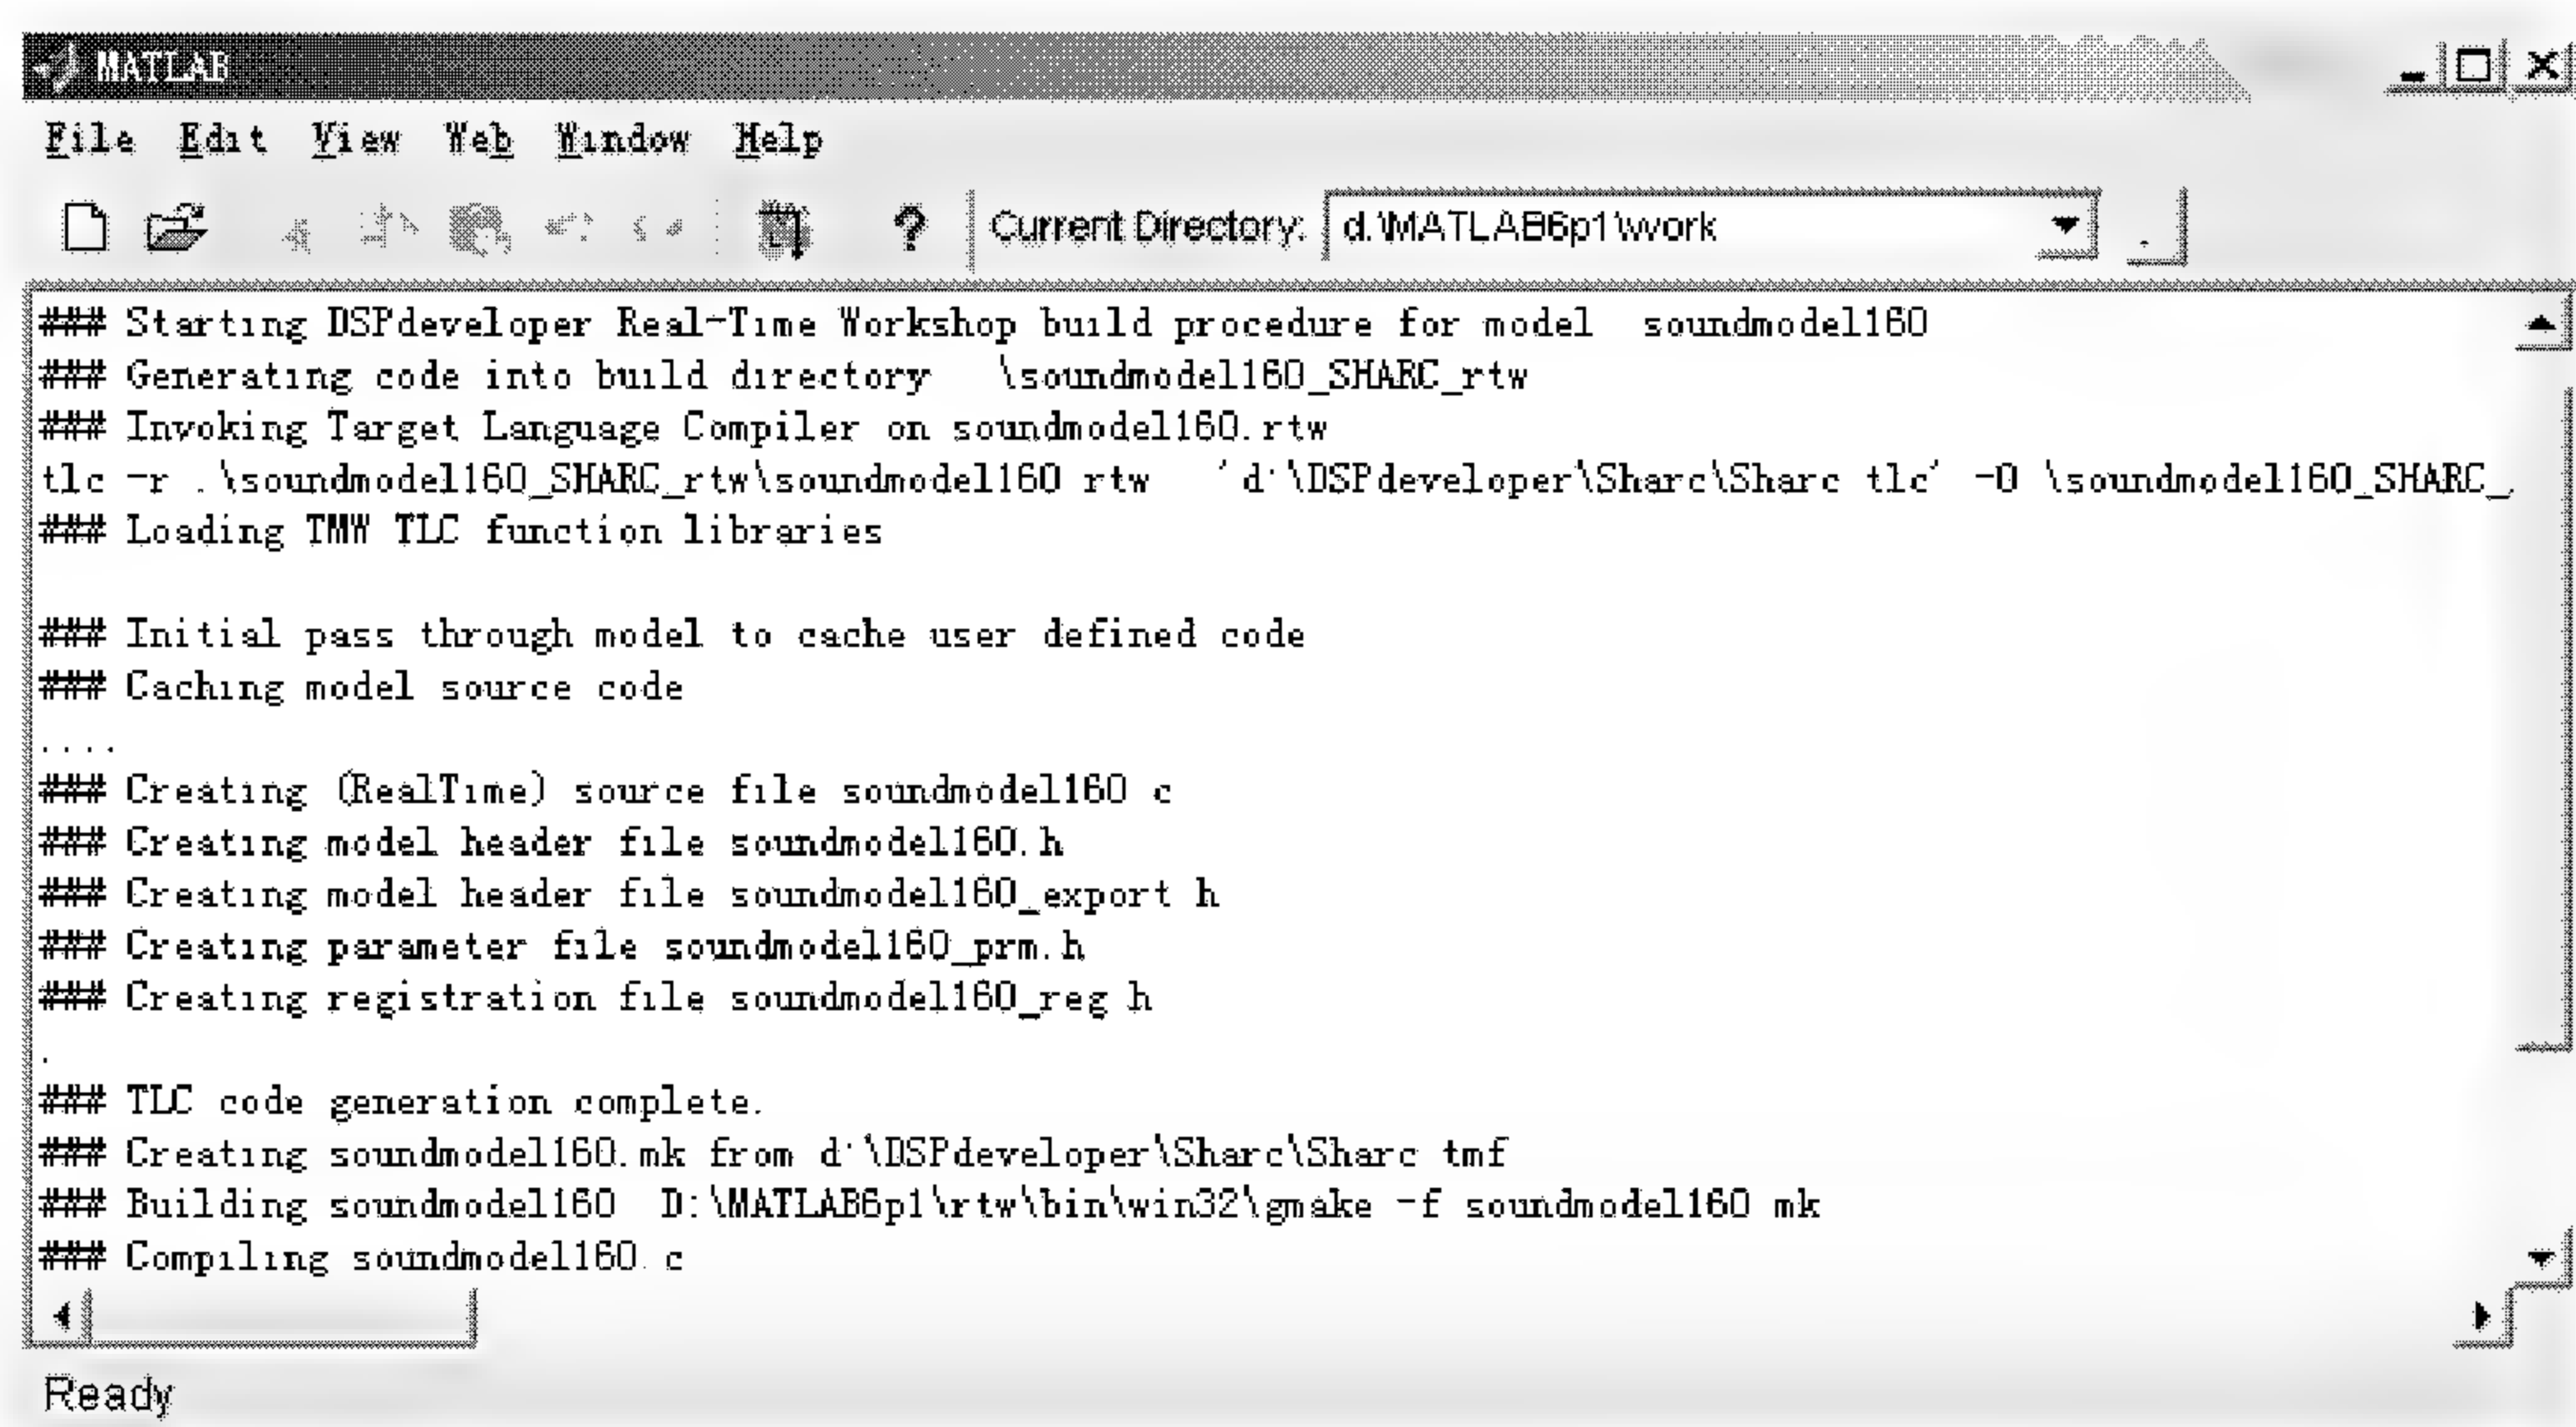

图 7.5 MATLAB 命令窗中显示的编译链接过程信息
(5) 设置好 Real - Time Workshop 中的选项后, 接下来就可以把 Simulink 模型生成目标 DSP 的可执行代码了。点击 Real - Time Workshop 面板中的 Build, 或选择 Tools→Real - Time Workshop→Build Model, 开始自动编译、链接模型, 最终生成 SHARC DSP 的可执行代码(.dx)。MATLAB 命令窗中会显示此编译链接过程信息, 如图 7.5 所示。